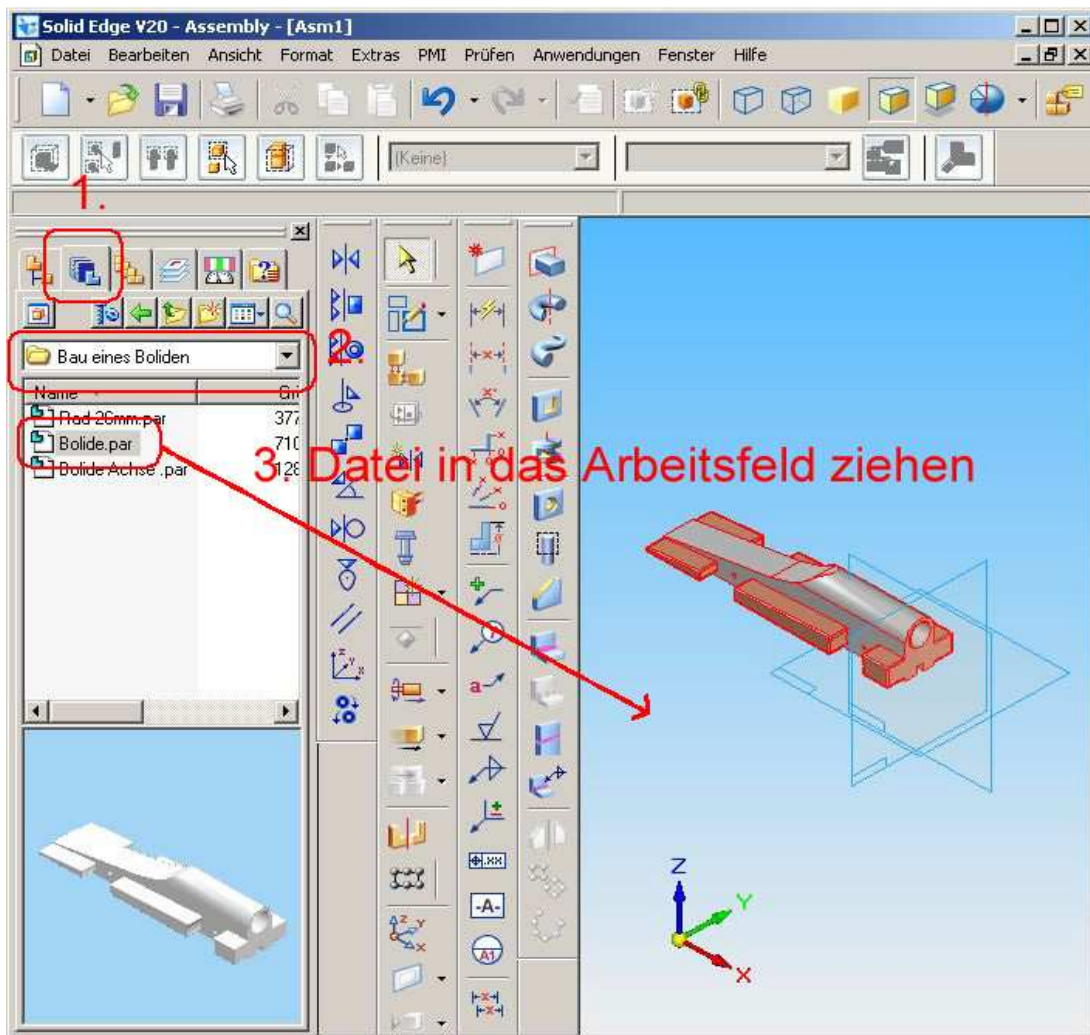

Abb. 42 Die Hauptdatei wird in das Arbeitsfeld gezogen
4. Klicken Sie in der EdgeBar auf das Symbol **Teilbibliothek** (Abb. 42)